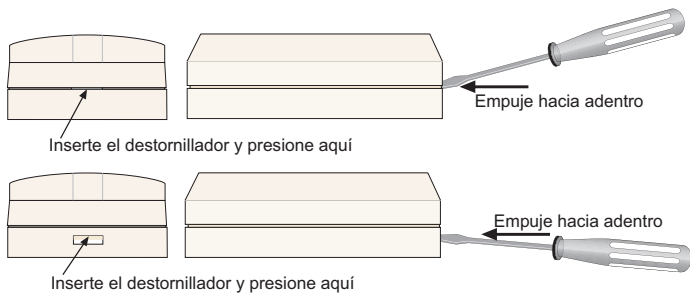

Figura 4 - Apertura del Transmisor puntual
- Abra la tapa del Transmisor según como sea la caja que lo contiene (vea la Figura 4), insertando un destornillador pequeño de cabeza plana en la ranura del extremo del Transmisor. Presione hacia adentro con el destornillador hasta que el cierre se abra.